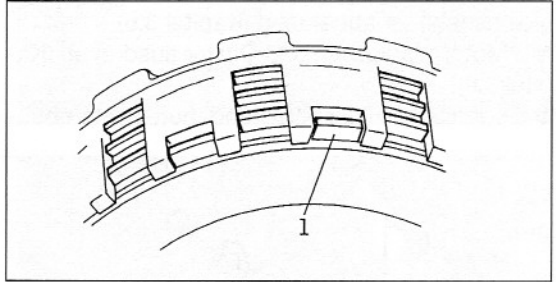

Bild 196
- Letzte Scheibe so aufsetzen, dass sie in eigene Nut eingreift (Bild 196).